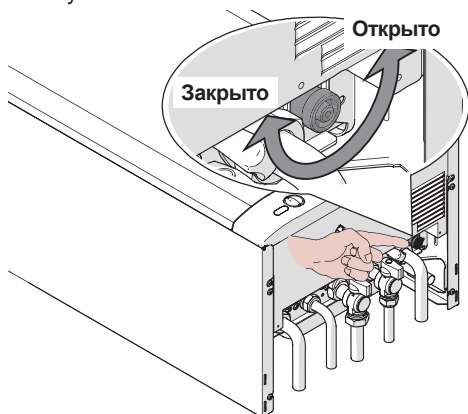

Рисунок 9.4
- Откройте кран опорожнения котла, см. Рисунок 9.4.